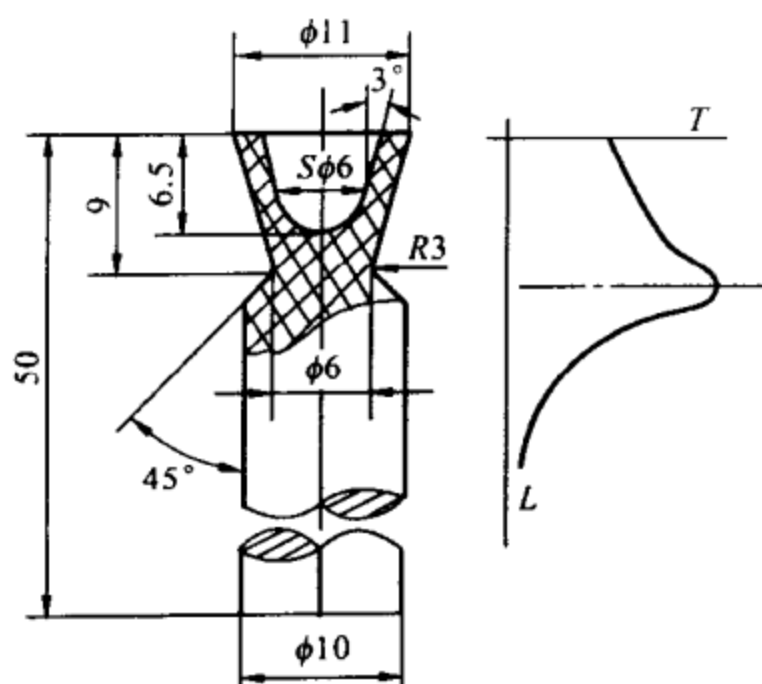

图 1-6 瓶模尺寸与温度分布图
(4) 焊例：①扁铝线规格 $3.2 \times 1.76\text{mm}$ (双根)；②瓶模尺寸与温度分布如图 1-6 所示；③工艺参数：焊接功率为 2.26kVA (电流为 $395 \sim 420\text{A}$ 、电压为 5.8V)，焊接时间为 $6 \sim 8\text{s}$ ；④焊头形状如图 1-7 所示；⑤焊接质量与原导线相比较，抗拉强度大于原导线的 85% ，电阻偏差与 180° 弯曲均与原材料相近。